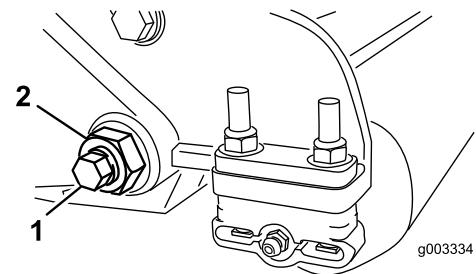
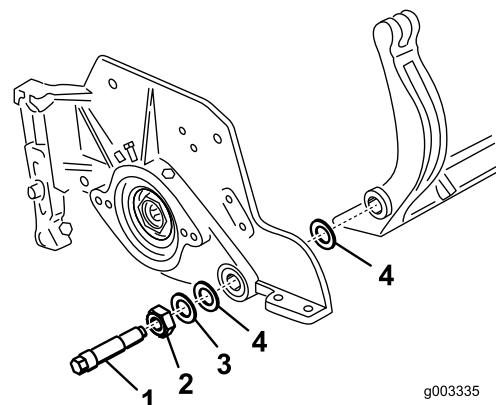

Рисунок 29
Рисунок 30
- С каждой стороны машины ослабьте контргайку, крепящую болт планки неподвижного ножа (Рисунок 29).
| 4. Удалите болты планки неподвижного ножа, потяните планку вниз и отсоедините ее от машинного болта (Рисунок 29). Учтите, что с каждой стороны планки расположены 2 нейлоновых и 1 штампованная стальная шайба (Рисунок 30). | |
- Прикрепите планку неподвижного ножа к боковым пластинам с помощью болтов планки неподвижного ножа (гаек на болтах) и 6 шайб. Нейлоновые шайбы должны располагаться с каждой стороны выступа боковой пластины. На нейлоновые шайбы установите стальные шайбы (Рисунок 30). Затяните болты планки с моментом 27–36 Н•м.